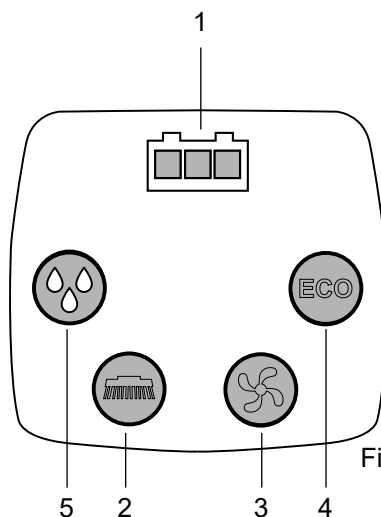

Fig.15
- Varsellampe for ladenivå batteri (kun modeller med batteri) (fig.15 - ref.1): består av 3 led med fargene rød, gul, grønn som indikerer batteriets ladenivå. Mulige situasjoner:
- Børstetast (fig. 15 - ref. 2): Aktiverer ("varsellampe tent") og deaktiverer ("varsellampe slukket") funksjonen "Børste", børsten settes kun i funksjon når du bruker "Betjeningspak for børste".
- Oppsugingstast (fig. 15, ref. 3): slår på ("varsellampe tent") og av ("varsellampe slukket") oppsugingsmotoren, som gjør det mulig å tørke gulvet du arbeider på. Motoren starter kun ved at du aktiverer "Betjeningspak for børste".
- Tast for utførsel av vaskeløsning med varsellamper (fig. 15 - ref. 5): Aktiverer ("ledlampe tent") og deaktiverer ("ledlampe slukket") utførselen av vaskeløsning med tre forskjellige utførselsnivåer. Utførselen skjer kun med børsten i funksjon.
- ECO-tastem (fig.15 - ref.4): aktiverer ("ledlampe tent") og deaktiverer ("ledlampe slukket") funksjonen ECO.